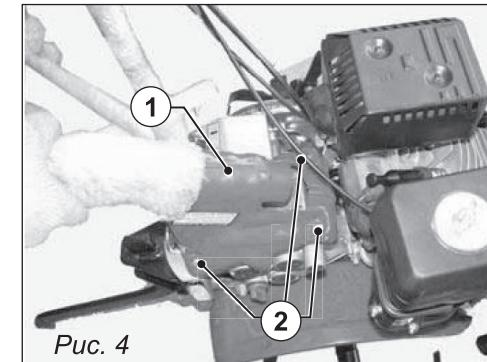

Рис. 4
2. Установите опору руля, зафиксируйте болтами (рис. 4):